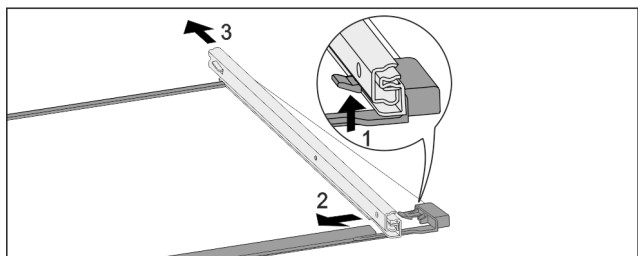

Fig. 142 Скляна пластина з рейками
- ▶ Натиснути передній гачок-фіксатор вгору Fig. 142 (1)
- ▶ Виштовхніть виїзну рейку в сторону Fig. 142 (2) та назад Fig. 142 (3).